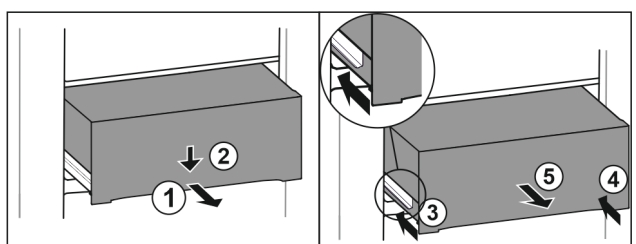

Fig. 131
- Tirer le tiroir jusqu'à mi-chemin. Fig. 131 (1)
- Appuyer sur l'avant du tiroir vers le bas. Fig. 131 (2)
- Insérer le rail gauche d'env. 2 cm. Fig. 131 (3)
- Insérer le rail droit d'env. 2 cm. Fig. 131 (4)
- Retirer le tiroir par l'avant. Fig. 131 (5)